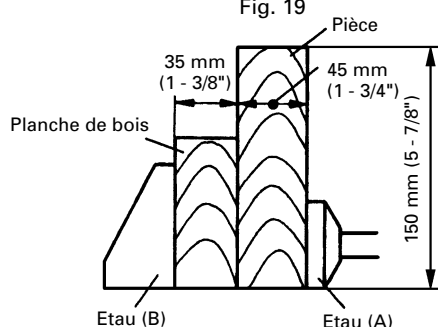

Fig. 20
- (2) La Fig. 20 montre les dimensions d'une pièce de grande largeur qui va être coupée à un angle de 45°. L'utilisation d'une planche, comme illustré sur la Fig., permet de couper des pièces d'une largeur maximale de 45 mm (1-3/4") et d'une hauteur maximale de 150 mm (5-7/8"). Quand l'outil électrique quitte nos usines, la lame est fixée à la position de 130 mm (5-1/8"). Régler la position de la poignée pour couper une pièce de grande largeur et de 150 mm (5-7/8") de hauteur. (Voir p. 29: "6. Réglage de la position de la poignée".)